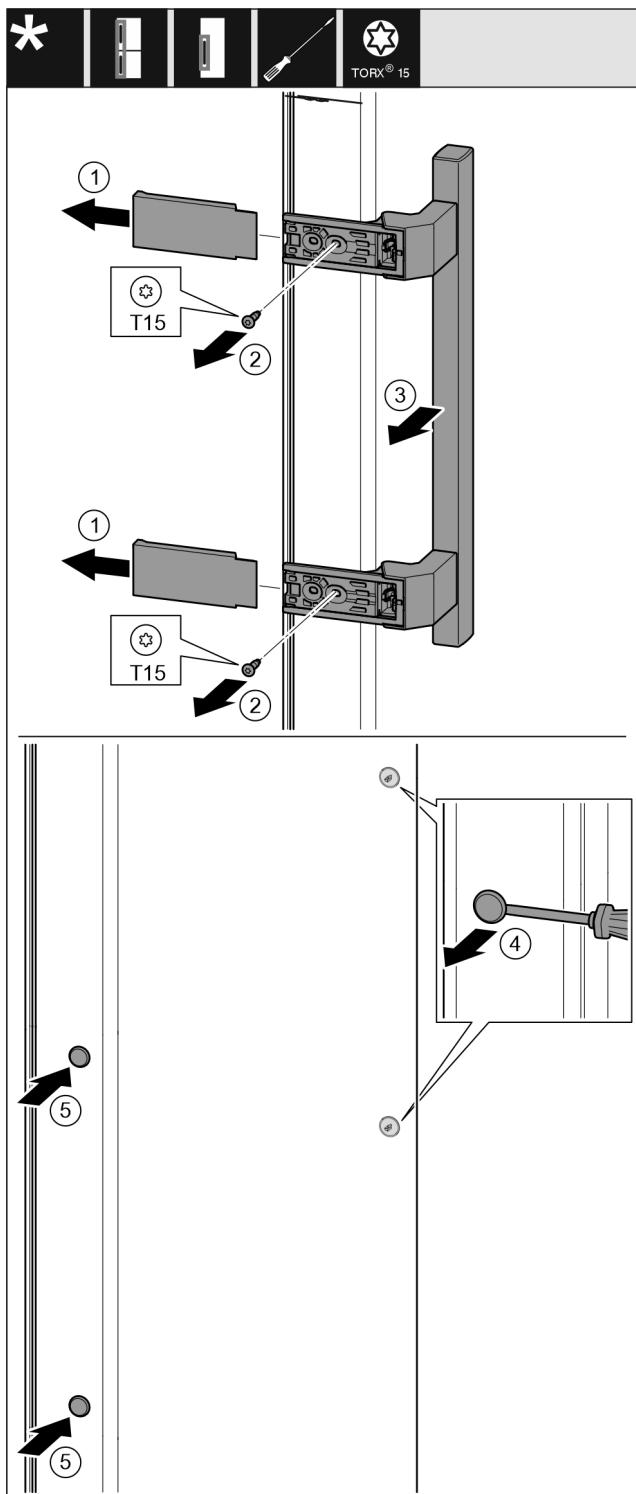

Fig. 15
- Nutraukite dangtį. Fig. 15 (1)
- Išsukite varžtus atsuktuviu Torx 15. Fig. 15 (2)
- Nuimkite rankenėlę. Fig. 15 (3)
- Šoninį kaištį atsargiai pakelkite išdrožiniu atsuktuviu ir jį ištraukite. Fig. 15 (4)
- Vėl įstatykite kamštį kitaipje pusėje. Fig. 15 (5)